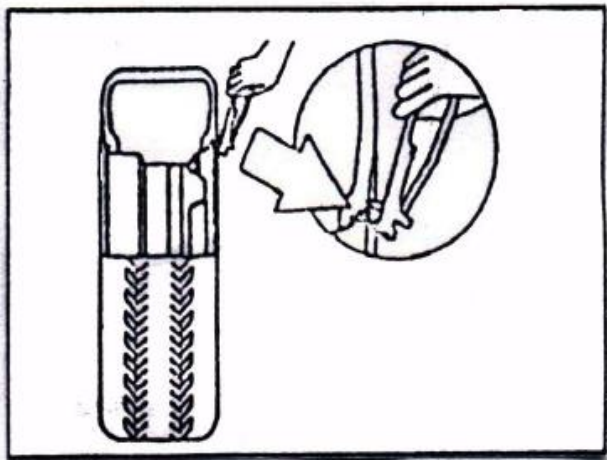

РИС. 17
4.1.1 Полностью спустите воздух в шине и выньте диск. С помощью специального инструмента снимите груз на диске (РИС.17).